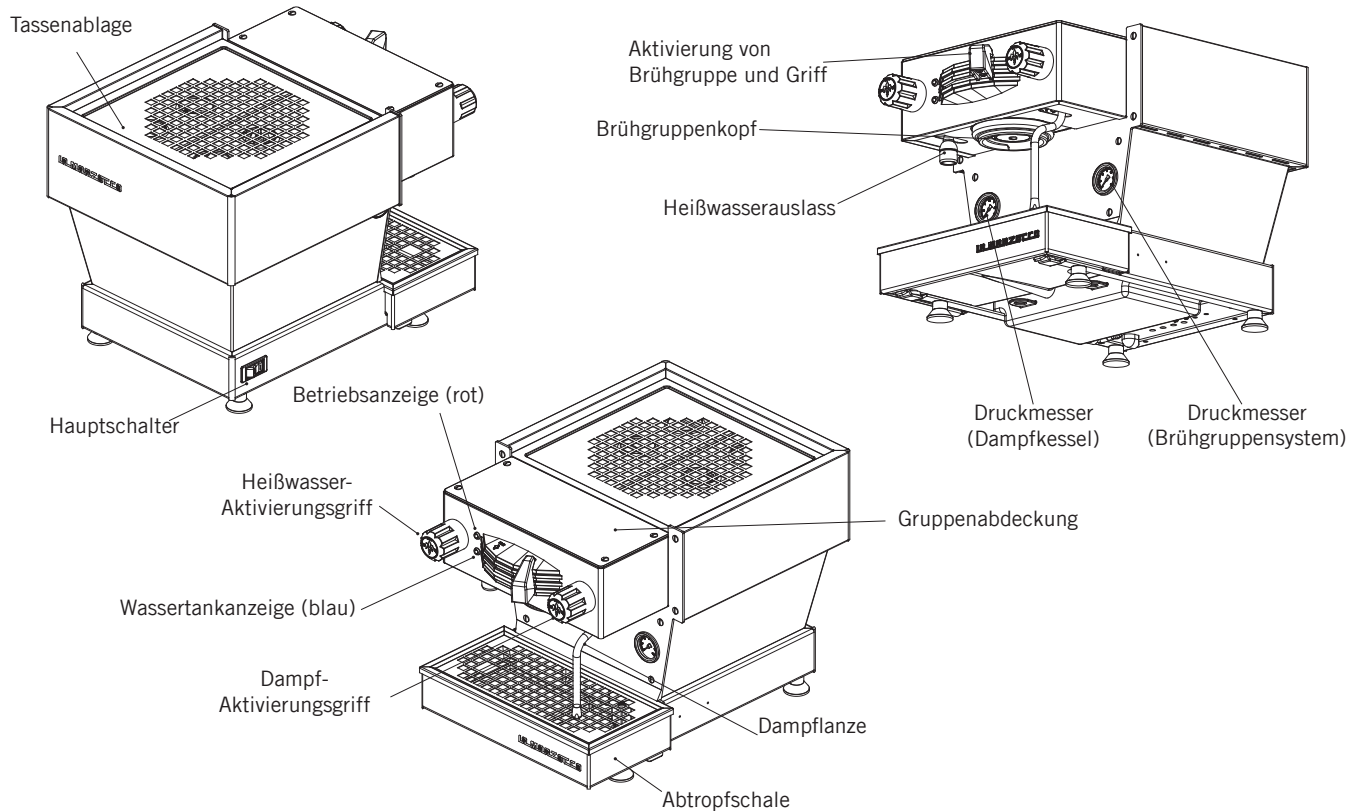

Abbildung 1 – Beschreibung des Gerätes
2. Brühen von Kaffee: Jetzt können Sie den Siebträger entfernen, um ein Kaffeegetränk zuzubereiten. Füllen Sie den Siebträger mit dem Einzel- oder Doppelsieb mit gemahlenem Kaffee. Pressen Sie den gemahlene Kaffee mit dem mitgelieferten Stopfer und setzen Sie den Siebträger in die linea mini ein. Um den Brühvorgang zu starten, bewegen Sie den Griff von rechts nach links (siehe Abb.1 Seite 8).